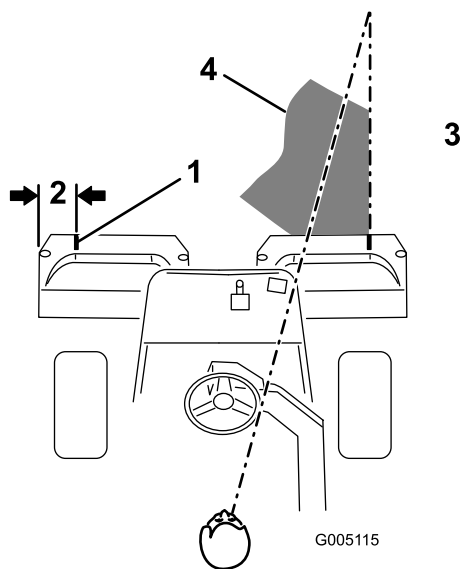
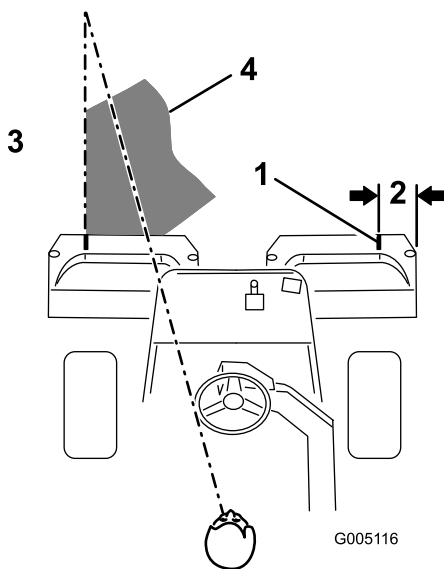

Figura 33
Figura 34
2. Coloque un trozo de cinta blanca o pinte una raya en cada recogehierbas, paralelo al borde exterior de cada uno (Figura 33).
3. Debe haber un solape mínimo con las pasadas anteriores. Para ayudar a mantener una línea recta a través del green y mantener la máquina a la misma distancia de la pasada anterior, establezca una línea imaginaria aproximadamente de 1,8 a 3 m por delante de la máquina hasta el extremo de la parte no segada del green (Figura 33 y Figura 34). Puede ser útil incluir el borde exterior del volante como parte de la línea imaginaria, es decir, mantener el borde del volante alineado con un punto que se mantiene siempre a la misma distancia de la parte delantera de la máquina (Figura 33 y Figura 34).